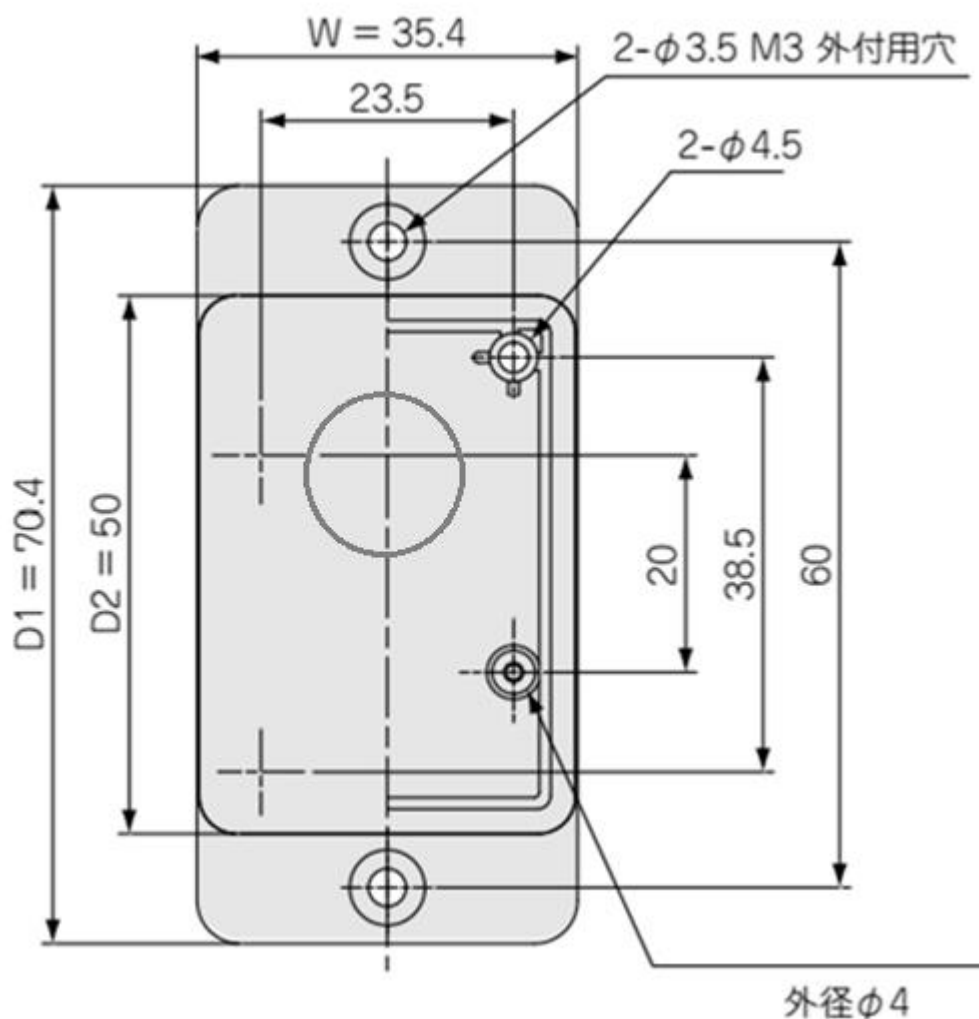

図 3 ケース外形・ネジ穴仕様
- 推奨湿度範囲: 15% ~ 85% (RH) ※ただし結露なきこと
- ケース寸法: (図 3)